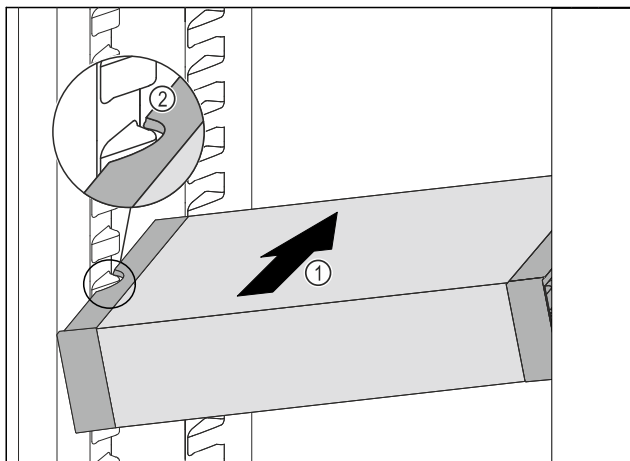

Fig. 71
- ▶ Вдвигайте VarioSafe под наклоном в холодильное отделение Fig. 71 (1), пока боковые выемки Fig. 71 (2) VarioSafe не окажутся на высоте выступа резервуара в холодильном отделении.